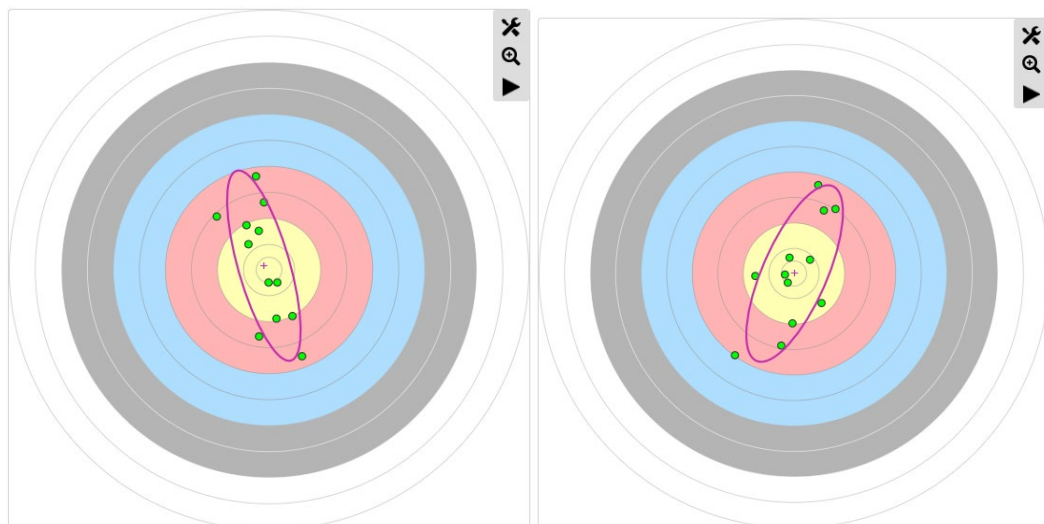

Abbildung 3: gedrehte Streuellipsen
- Der AGI ist unabhängig von einer Drehung der Pfeilgruppe um die Gruppenmitte (vergleiche dazu *Abbildung 3: gedrehte Streuellipsen*).